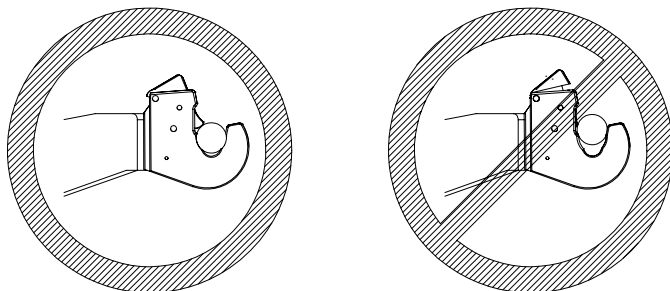

Bild 6.9: Låsa kulleterna
- Kontrollera att kullelederna är låsta på rätt sätt, se bild 6.9.